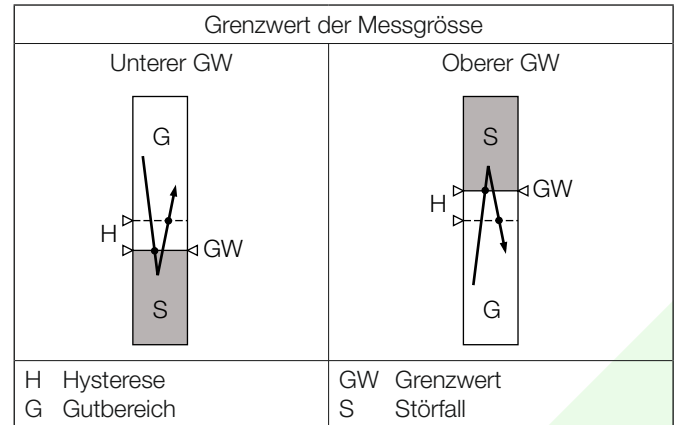

Bild 3. Schaltverhalten, je nach Grenzwert-Typ.
- Unterer GW der Messgrösse (siehe Bild 3, links)
- Oberer GW der Messgrösse (siehe Bild 3, rechts)